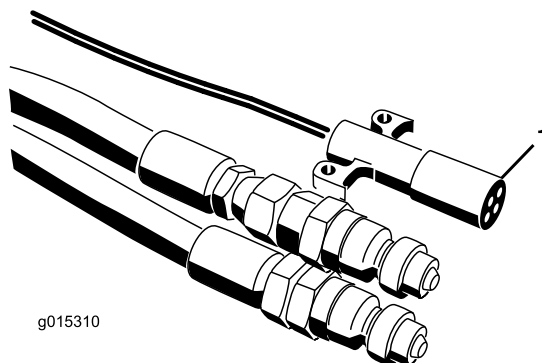
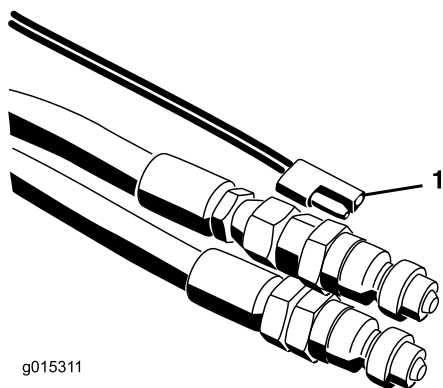

図 21
図 22
7. 電源ハーネスを牽引車両に接続する 図 21 と 図 22。SH モデルでは、ON/OFF ペンダントを運転席から手の届く位置に置く。スイッチがOFFになっていることを確認する。